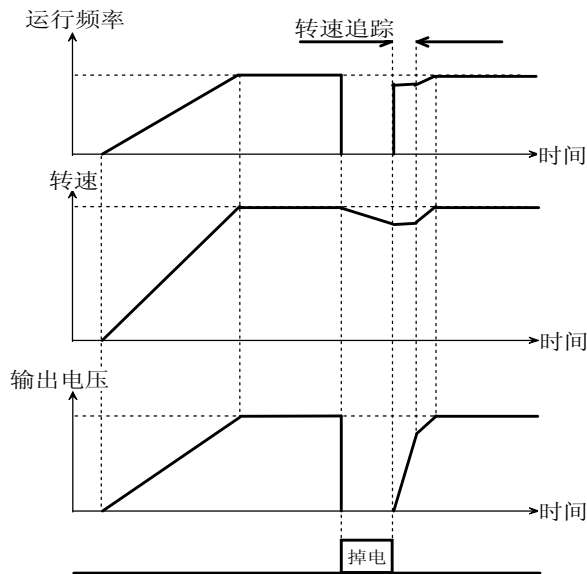

图 5-1-2 转速追踪
- 转速追踪：变频器在启动前，先对电动机的转速进行检测，然后以检测到的速度为起点，按加减速时间运行到设定频率，实现对旋转电机的平滑无冲击启动，如图5-1-2所示。此方式适合于停机状态有转动现象的大惯性负载的启动。仅对37R5PB及以上机型有效。